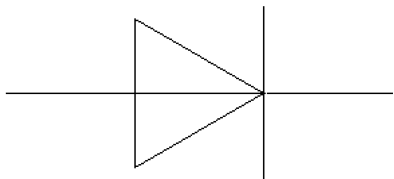

图 3-20 绘制二极管符号
【例 3-8】 绘制如图 3-20 所示的二极管符号。
- 7) 在快速访问工具栏中选择【显示菜单栏】命令, 在弹出的菜单中选择【绘图】→【直线】命令, 以 O 点为起点, 分别以点 $(0, 20)$ 、 $(0, -20)$ 、 $(-60, 0)$ 和 $(30, 0)$ 为终点, 绘制直线, 效果如图 3-20 所示。